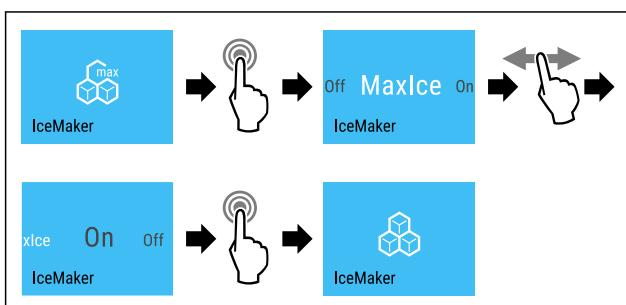

Fig. 19
- Izvedite zahtevane korake (glejte Fig. 19).